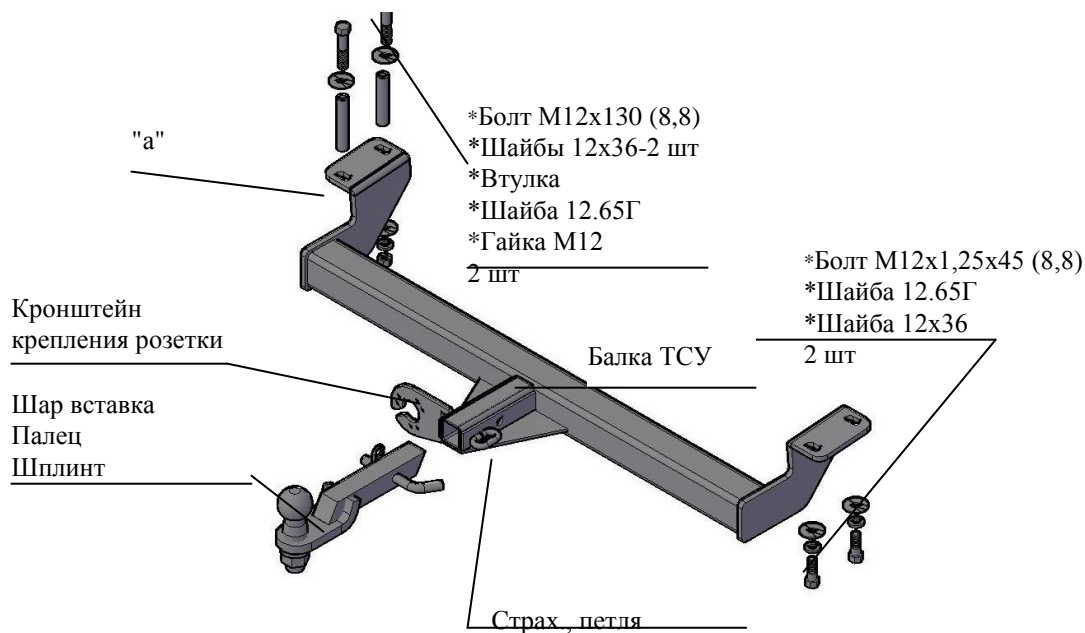

Рис.1 Тягово-цепное устройство 8221.
2.1 ТСУ 8221 в сборе (рис.1)	1 шт.
2.2 Пакет с комплектующими (см. рис.1)	1 шт.